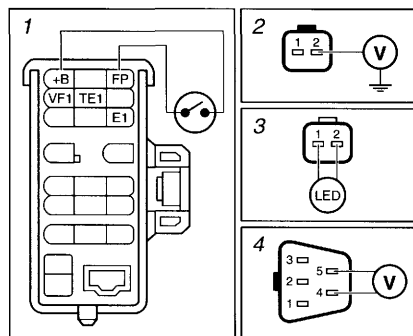

Рис. 6. Топливная система
- включить сервисный выключатель между контактами «+B – FP» DLC разъема (см. рис. 6/1);
и проверить приходящие 12 В на контакты «4-5» разъема (см. схему на рис. 1, 2 и рис. 6/4);
- включить зажигание и измерить напряжение на разъемах жгута форсунок «2-земля» (см. рис. 6/2), величина напряжения должна быть около 12 В, если нет – проверить замок зажигания и соответствующие соединения;
- подключив между контактами «1 и 2» разъема жгута форсунки LED-индикатор (см. рис. 6/3), коротко прокрутить двигатель стартером – индикатор должен вспыхивать, если нет – проверить замок зажигания, предохранители EFI, IGN, ST, Gauge, реле K46, соответствующие соединения и при необходимости вернуться к проверке ЕСМ.